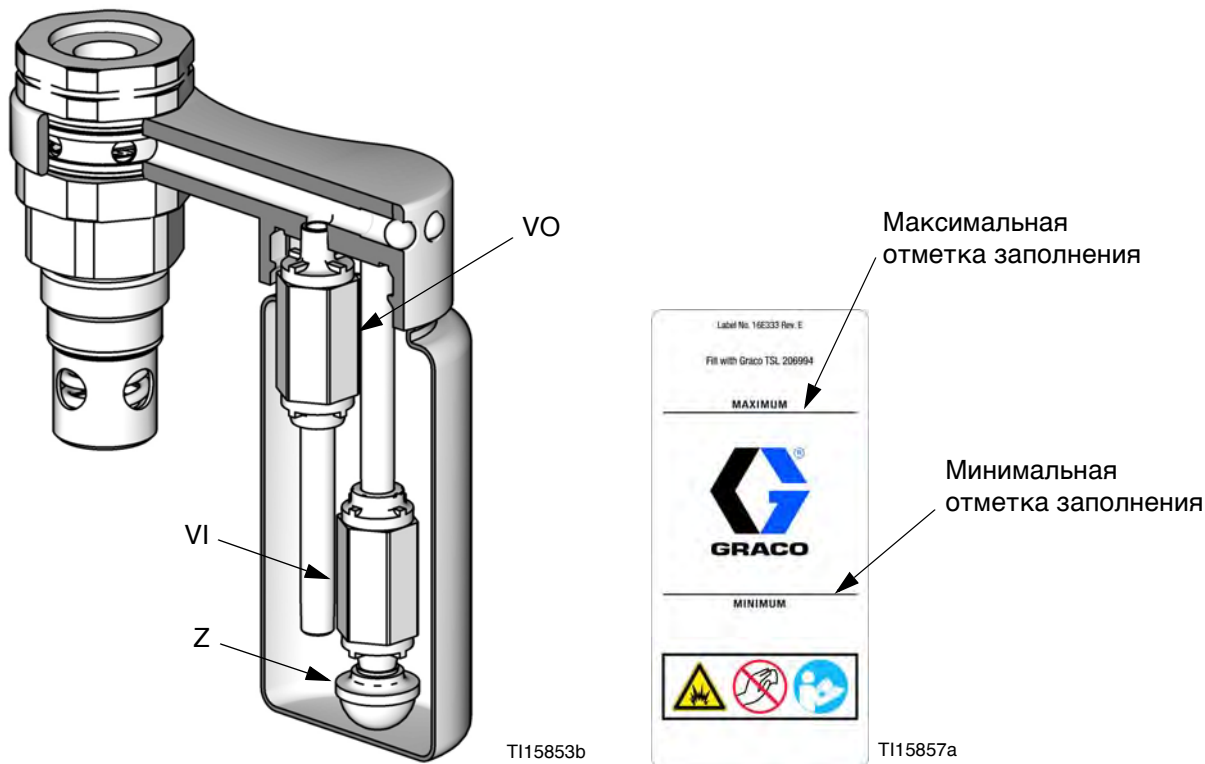

FIG. 3. Вид в разрезе резервуара для уплотнительной жидкости горловины и отметки заполнения
1. Заполните резервуар для уплотнительной жидкости горловины (TSL) до максимальной отметки заполнения. См. FIG. 3 на стр. 12.
3. Очистите экран (Z) впускного обратного клапана (VI). Если обратные клапаны не закрываются герметично и загрязненная уплотнительная жидкость горловины попадает в смачиваемую чашку, замените обратные клапаны (VI, VO). См. FIG. 3.